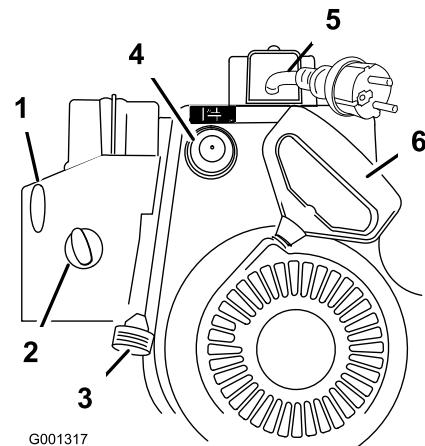

Figura 20
- Avviate lo spazzaneve usando l'avviatore autoavvolgente o l'avviamento elettrico (Figura 20).